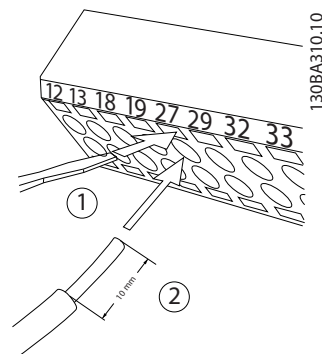

Bild 2.29 Ansluta styrkablar
- Öppna kontakten genom att sätta en liten skruvmejsel i skåran ovanför eller under kontakten (se Bild 2.29).